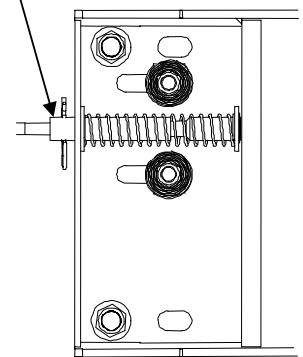

Figura 2
10. Instale los pernos en U desde el interior de la base (ver figura 2).